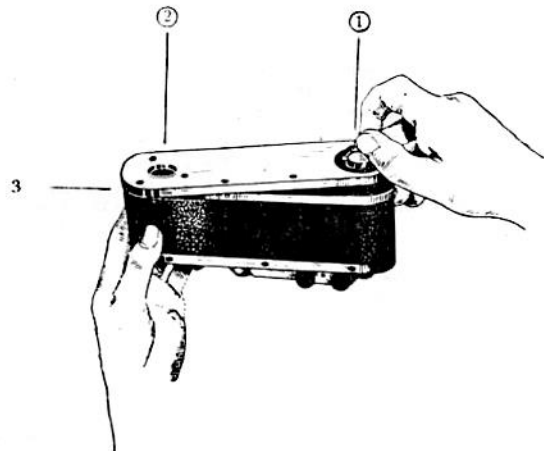

Рис. 2. Снятие нижней крышки аппарата „ФЭД“. 1) Складная поворотная ручка. 2) Штативная гайка. 3) Стержень.
На нижней (с'емной) крышке аппарата (Рис. 2) имеется замок со складной поворотной ручкой (1), а также штативная гайка (2) для укрепления аппарата на штативе, при с'емке с выдержкой.